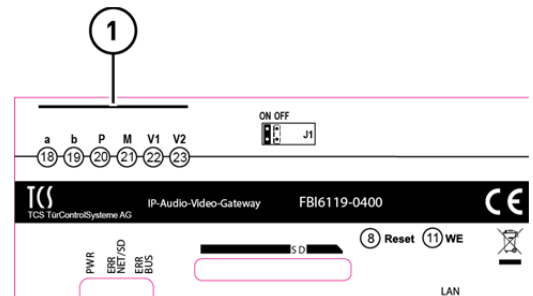

Abb. 4: Typenschild
- ▶ Schließen Sie die Leitungen (a, b, P, M, V1 und V2) gemäß Beschriftung (1) an (Abb. 4).